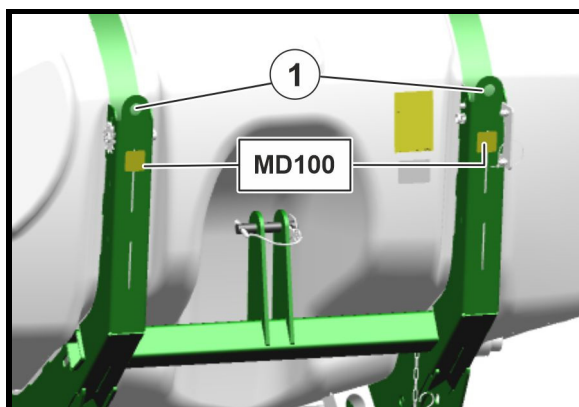

Fig. 4
- ett festepunkt bak (Fig. 4/1),